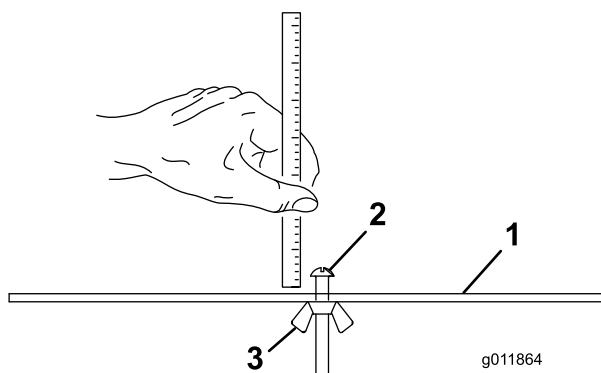

Figura 18
2. Afloje la tuerca de la barra de ajuste (Figura 18) y ajuste el tornillo para la altura de corte deseada. La distancia entre la parte inferior de la cabeza del tornillo y la cara de la barra es la altura de corte.